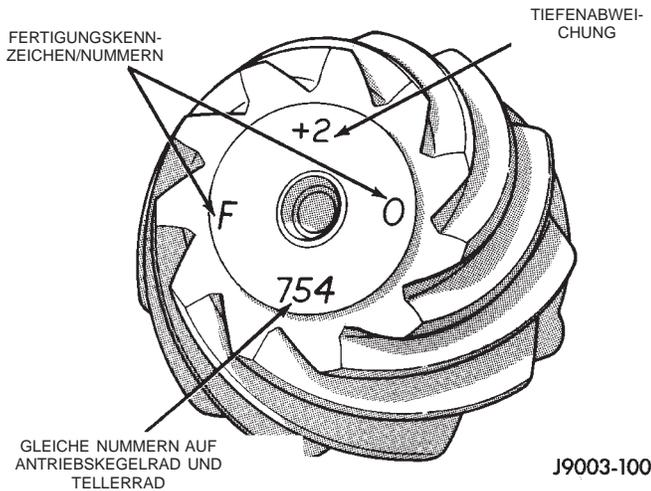

Abb. 55 Kennziffern am Antriebskegelrad
Tellerrad und Antriebskegelrad mit Welle dürfen nur gemeinsam als Satz ausgetauscht werden. Sie sind durch gleiche Nummern auf der Stirnseite als Satz gekennzeichnet (Abb. 55). Auf der Stirnseite des
(9) Eine Beilage auswählen, die dem höchsten Anzeigewert der Meßuhr plus der Tiefenabweichung auf der Stirnfläche des Ritzels entspricht (Abb. 55). Wenn die Tiefenabweichung beispielsweise -2 beträgt, $+0,002$ Zoll ($0,0508$ mm) zum höchsten Anzeigewert addieren.